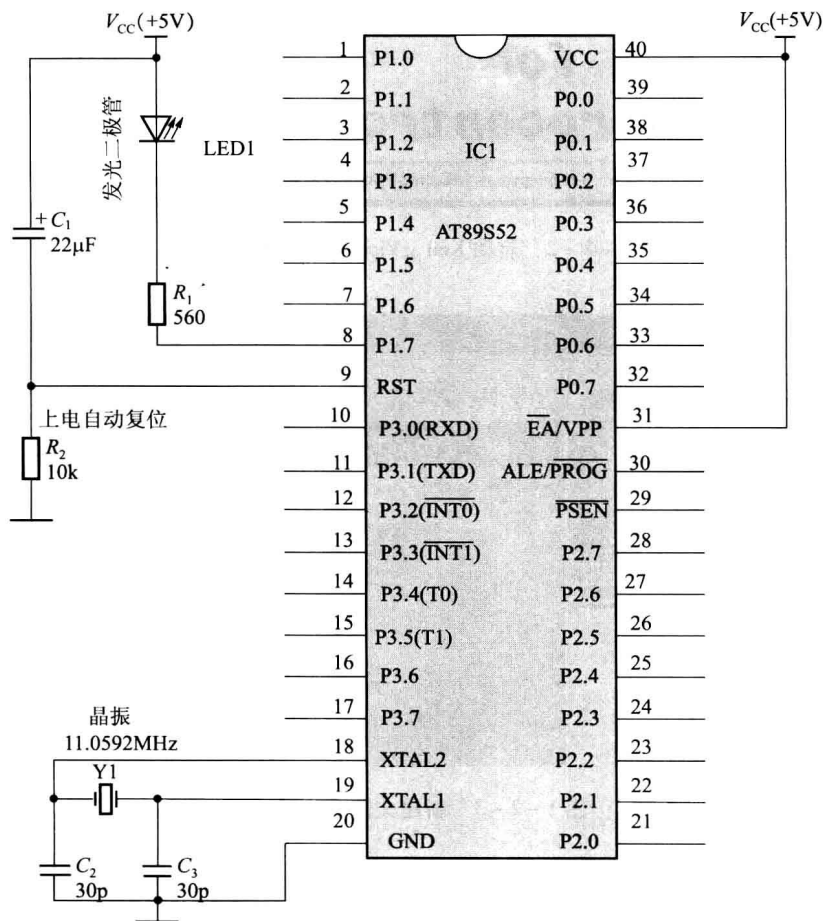

图 1-2-1 AT89S52 单片机的最小化应用系统原理图
所谓最小化应用系统就是单片机要正常工作所必须具备的、最简单的硬件支持，其中最主要的就是三个基本条件：①电源正常；②时钟正常；③复位正常。图 1-2-1 即为实现单只 LED 闪烁的最小化应用系统原理图。在 AT89S52 单片机的 40 个引脚中，使用了电源引脚 2 个（40、20 脚）、晶振引脚 2 个（18、19 脚）、上电复位引脚 1 个（9 脚）、读取内部程序引脚 1 个（31 脚）、可编程输入/输出引脚 1 个（9 脚），其余引脚悬空。图 1-2-1 中发光二极管负极与单片机引脚 P1.7 之间串接了一个  $560\Omega$  的限流电阻，防止发光二极管和单片机的引脚 P1.7 因为电流过大烧坏，使发光二极管和单片机都工作在安全状态。
根据图 1-2-1 所示，只要以一定的时间间隔，不断重复给 P1.7 高、低电平，我们就可以看到 LED 闪烁。